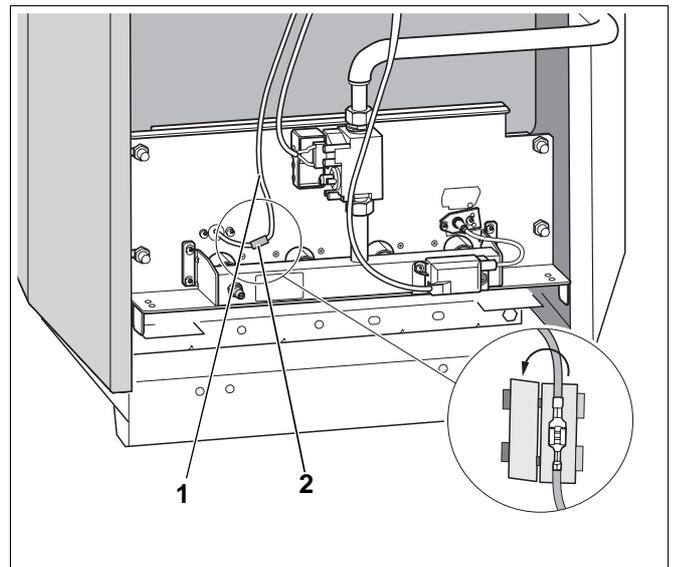

Abb. 29 Berührungsschutz entfernen
- Berührungsschutz (Abb. 29, **Pos. 2**) am Überwachungskabel (Abb. 29, **Pos. 1**) entfernen und Steckverbindung lösen.